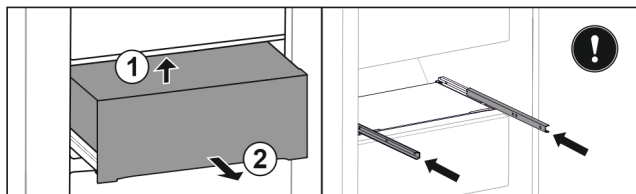

Fig. 43
- ▶ Поднимите выдвижной ящик сзади снизу Fig. 43 (1).
- ▶ Извлеките движением вперед Fig. 43 (2).